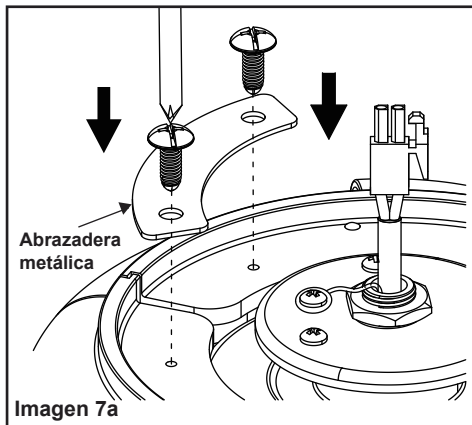
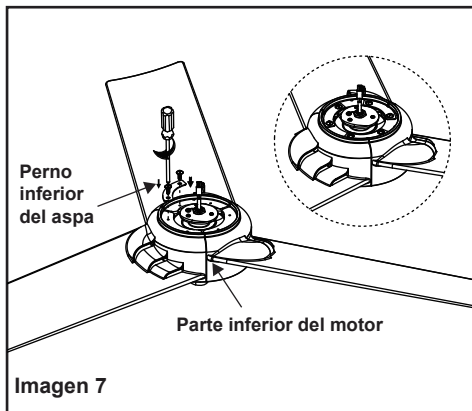

Imagen 7a
Imagen 7
**Paso 2.** Fijar el aspa con los pernos y la abrazadera metálica como se muestra en la imagen 7 y 7a. Asegúrese de que cada abrazadera metálica está fijada a dos aspas diferentes como se ve en la imagen 7a. Empiece a atornillar el aspa pero sin apretarla con fuerza. Repita el mismo proceso con los tornillos restantes. Repita estos pasos para los tornillos y abrazaderas metálicas restantes.